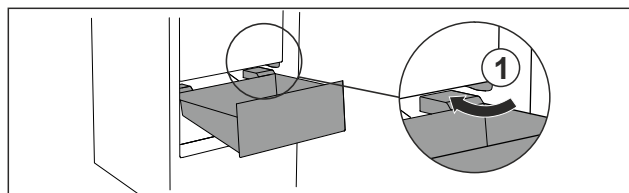

Fig. 94
- ▶ Predal speljite poševno okrog zaustavljalnikov Fig. 94 (1).